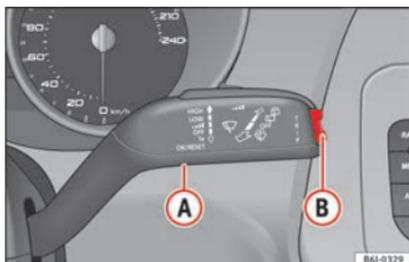

Fig. 74 Levier d'essuie-glace : touche (A) et touche basculante (B).
– Après avoir mis le contact d'allumage, appuyez brièvement sur la touche » **fig. 74** (A) du levier d'essuie-glace pour passer d'une mémoire à l'autre.
Sur l'indicateur multifonction (MFA), actionnez la commande à bascule » **fig. 74** (B) du levier d'essuie-glace pour faire défiler les indications suivantes :
Quand vous circulez à la vitesse souhaitée, entrez dans le menu en mode « Avertissement de vitesse » et appuyez sur la touche » fig. 74 **A** . La vitesse indiquée est alors mémorisée. Si à un moment donné vous dépassez la vitesse indiquée, un aver-
Il peut être désactivé en appuyant sur la touche . La vitesse peut être modifiée avec la touche basculante » fig. 74 **B** par tranche de 5 km/h, dans les 5 secondes suivant la mémorisation initiale.